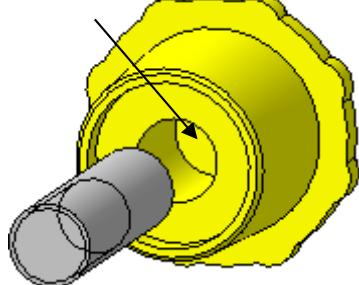
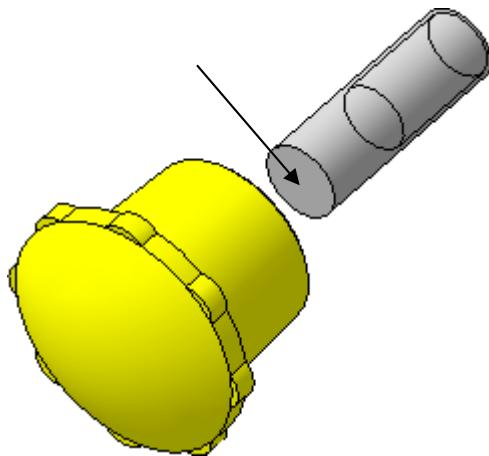

Рис. 72
Рис. 73
- переместите стержень, как показано на рис. 72, чтобы он находился вне ручки стопора);
- задайте сопряжение **Совпадение объектов** и укажите сначала на плоскую грань внутри отверстия **Ручки стопора** (рис. 72) (чтобы развернуть сборку можно воспользоваться командой **Повернуть** на панели **Вид** или, удерживая нажатым колесико мыши, вращать модель), затем на плоскую грань на **Стержне** (рис. 73).